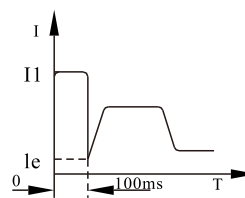
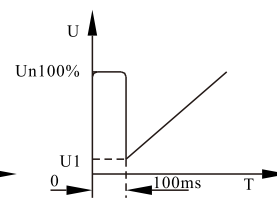

图 10
图 11
- b) 图 10 和 11 为突跳起动模式的输出变化波形。在某些重载场合下, 由于机械静摩擦力的影响而不能起动电机时可选用此起动模式。在起动时, 先对电机施加一个较高的固定电压并持续一段时间以克服电机负载的静摩擦力使电机转动, 然后按限电流 (图 10) 或电压斜坡 (图 11) 的方式起动。